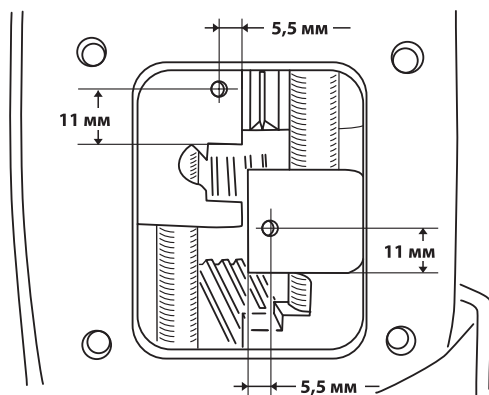

Рис. 16
- б. в вилках переключения просверлите отверстия согласно Рис. 16.